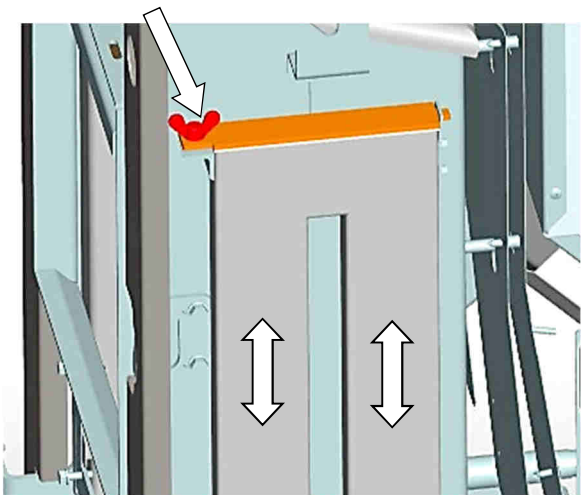

Abb. 53: Reinigung außenliegende Heizgaszüge
7. Außenliegende Heizgaszüge links / rechts mit der beigelegten Reinigungsbürste reinigen. Dazu jeweils Flügelmutter herausdrehen und Deckel entfernen (Abb. 53). Beim Zusammenbau auf richtigen Sitz der Dichtungen achten.